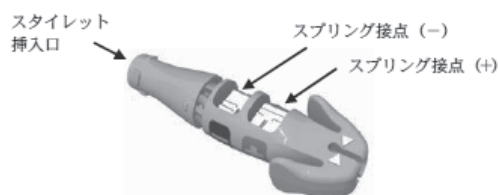

図1: EZ-4コネクタツール
(1) リードの準備
- ① 滑らかな表面をもつ滅菌された器具を用いスタイレットに緩やかな曲がりをつけ、EZ-4コネクタツールのスタイレット挿入口から、コネクタピンの中に注意深くスタイレットを挿入する(図1)。
- ② 新たにスタイレットを挿入するときは、既に挿入されているスタイレットを抜く。
- ③ リードを静脈に挿入する前に、スタイレットを完全にリードに挿入する。